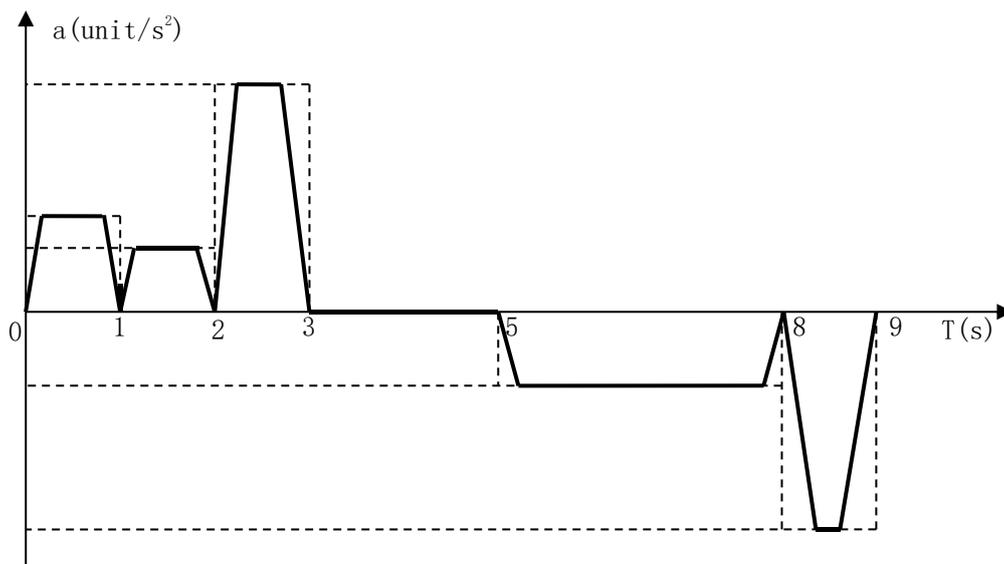
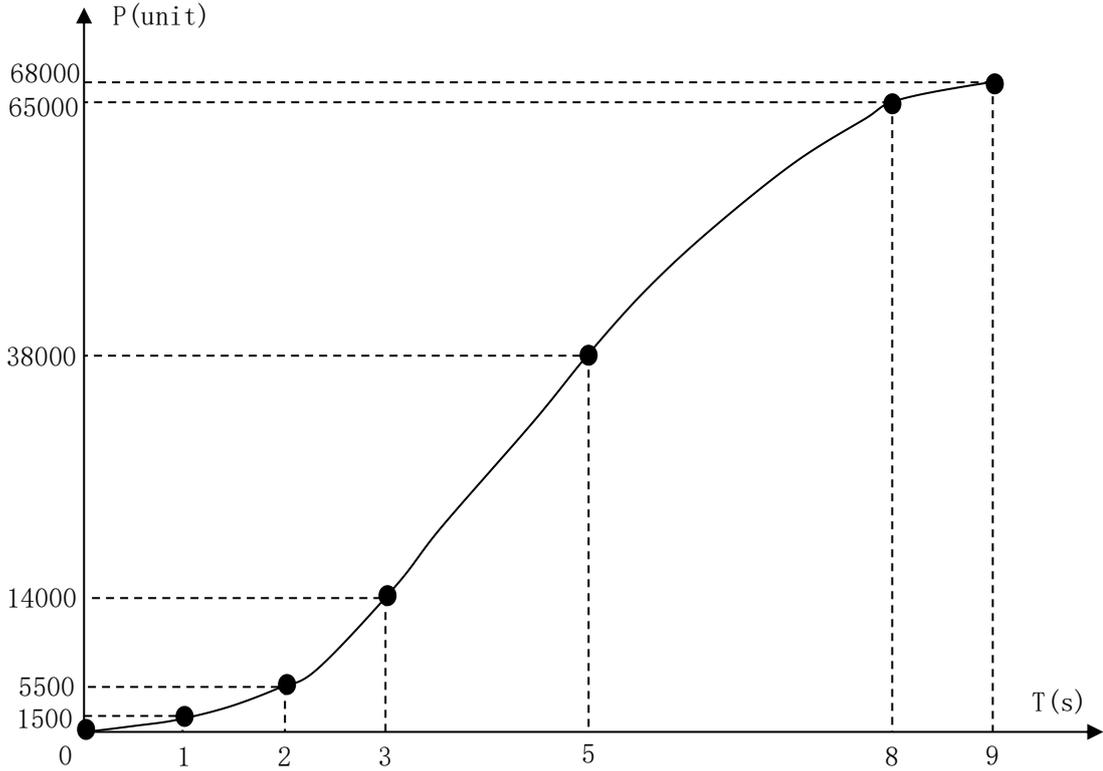

图 7.22 PTS 模式下的加速度曲线
图 7.23 PTS 运动得到的位移曲线
设置各点的速度百分比参数如表 7.12 所示；其对应的加速度-时间曲线如图 7.22 所示，每段的加减速时间为该段时间值×速度百分比；每段的加速度最大值与 PTT 模式下的加速度值不一样，这是因为内部算法作了平滑处理。其对应的位置-时间曲线、速度-时间曲线如图 7.23、7.24 所示。
- 1、将该轨迹分成圆弧角相等的十段轨迹，如图 7.23 所示；计算各点坐标值，即得 P 值。程序如下：